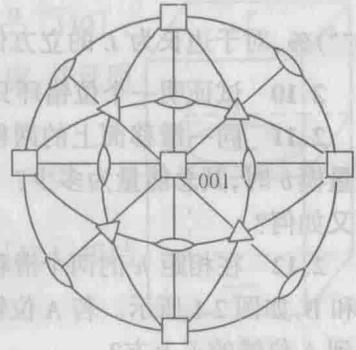

图 1-1
1.32 立方系晶体  $(001)$  标准投影图如图 1-1, 试在  $(001)$  标准投影图上确定极点:  $(111)$ ,  $(\bar{1}11)$ ,  $(1\bar{1}1)$ ,  $(\bar{1}\bar{1}1)$ ,  $(\bar{1}12)$ ,  $(\bar{1}\bar{1}0)$  的位置。